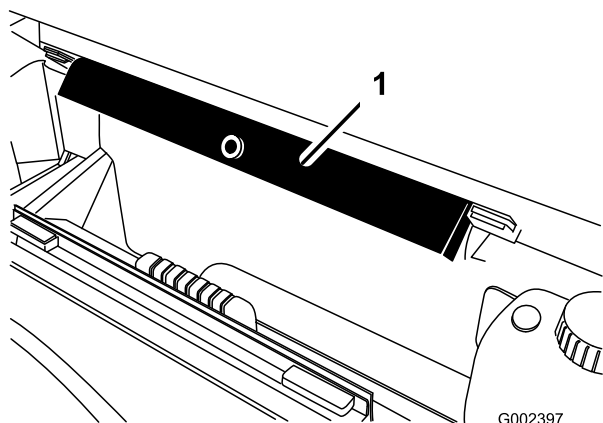

Рисунок 100
8. Выньте опору кузова из кронштейнов для хранения на задней стороне панели конструкции ROPS (Рисунок 100).